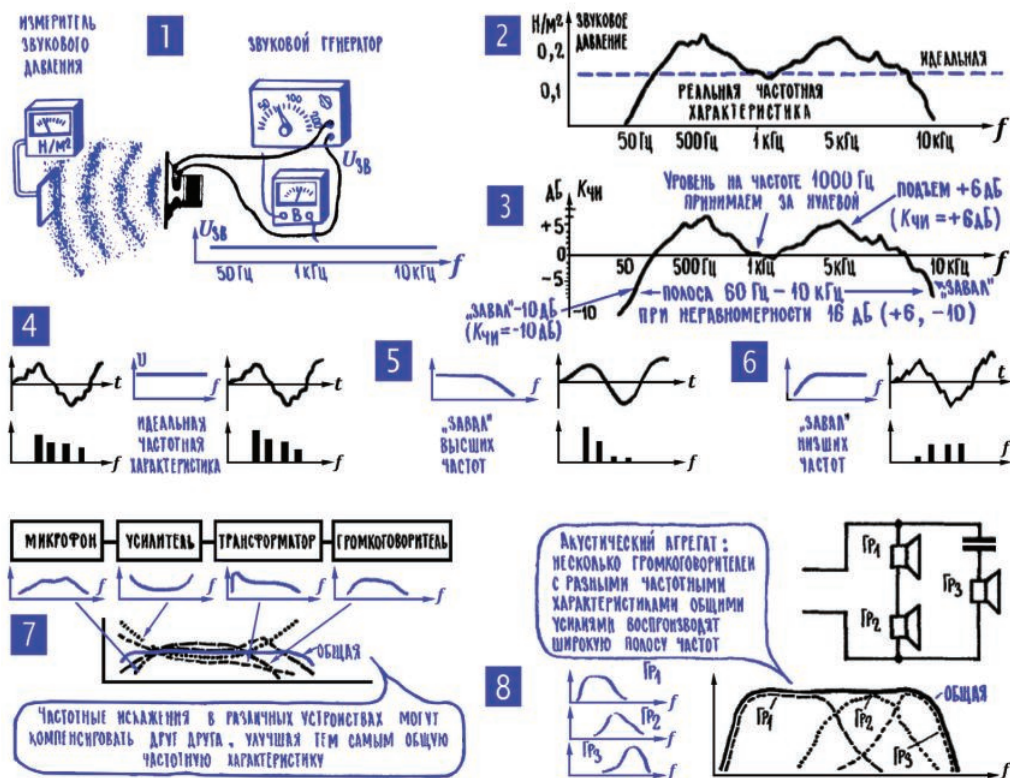
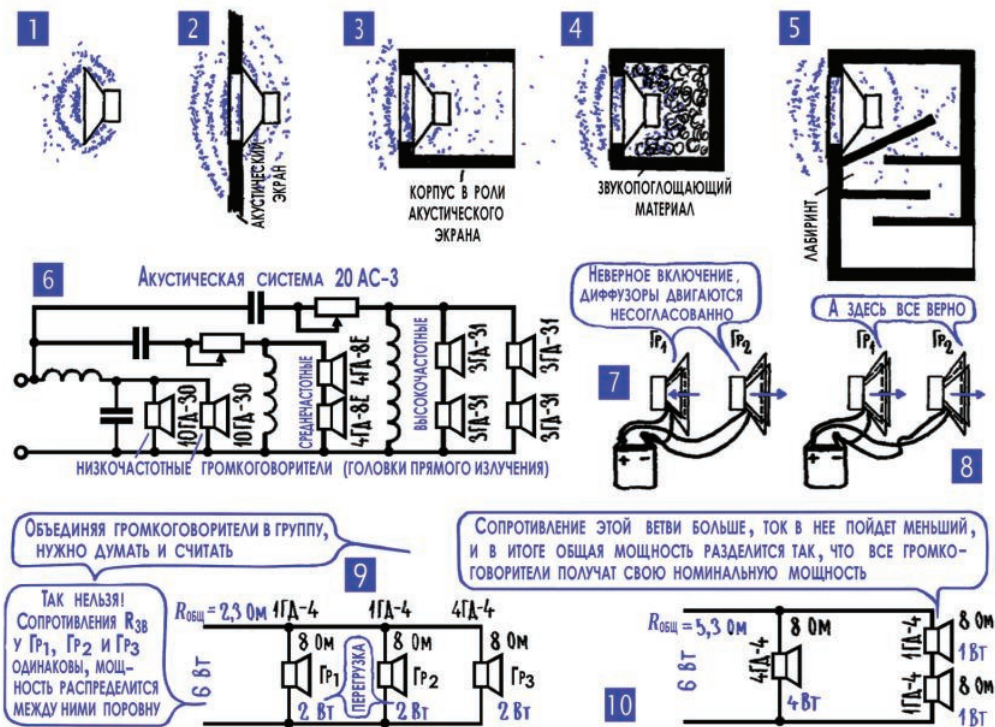

Рис. 8.8. Частотные свойства громкоговорителей (динамиков)
Рис. 8.9. Акустические системы (колонки)
**13. Частотные искажения: в спектре сигнала меняются соотношения между отдельными составляющими.** Другой вид искажений формы сигнала, с которым мы встречаемся в громкоговорителе, а затем еще не раз встретимся в других устройствах, – это частотные искажения. Здесь никакие новые составляющие в спектре не появляются, а меняются соотношения между «старыми» составляющими сигнала (рис. 8.8).
**14. Частотная характеристика громкоговорителя показывает, насколько хорошо он преобразует ток в звук на разных частотах.** С частотными характеристиками мы уже встречались, когда пытались выяснить, как ведут себя те или иные элементы электрической цепи при изменении частоты переменного тока (гл. 6; 18). Для того чтобы получить частотную характеристику громкоговорителя, нужно подвести к нему переменное напряжение, менять частоту этого напряжения (поддерживая все время одинаковой его амплитуду, число вольт) и одновременно измерять звуковое давление (рис. 8.8; 1). Желаемая частотная характеристика громкоговорителя – прямая линия, она говорит о том, что громкоговоритель будет одинаково хорошо преобразовывать ток в звук на всех частотах. Пусть даже не на всех. На всех, пожалуй, и не нужно, идеальным вполне можно было бы назвать громкоговоритель, если бы его частотная характеристика была прямой в диапазоне примерно от 20 Гц до 20 кГц, то есть в том диапазоне, в котором слышит человеческое ухо.
Частотные характеристики громкоговорителя с большим диффузором имеют понижение, или, как принято говорить, завал, в области высших частот – за счет большой инерции большому диффузору, захватывающему большие объемы воздуха, с увеличением частоты все труднее следовать за изменениями тока. Но зато громкоговорители с большим диаметром диффузора хорошо воспроизводят низшие звуковые частоты, и их так и называют – низкочастотными. А маленькие диффузоры, наоборот, легко двигаются на высших частотах, но плохо излучают на низших, за что их и называют высокочастотными. Есть громкоговорители универсальные, они удовлетворительно воспроизводят и весьма высокие частоты, и довольно низкие. Однако же если хотят воспроизвести очень широкую полосу звуковых частот, то создают акустические агрегаты, куда входят и низкочастотные громкоговорители, и высокочастотные (рис. 8.8; 8).
то характеристику эту изображают иначе. Звуковое давление на некоторой частоте, обычно на частоте 1000 Гц, принимают за единицу и на частотной характеристике показывают лишь изменения силы звука (звукового давления) по отношению к этой средней величине. Возле вертикальной оси ставят букву  $K$  или  $K_{\text{чи}}$ , обозначая таким образом коэффициент частотных искажений – он показывает, на сколько децибел (во сколько раз) звуковое давление на данной частоте больше (положительный  $K_{\text{чи}}$ ) или меньше (отрицательный  $K_{\text{чи}}$ ), чем на средней частоте 1000 Гц (рис. 8.8; 3). У идеального громкоговорителя звуковое давление на всех частотах одинаково, а значит,  $K_{\text{чи}}$  всегда равен нулю, частотных искажений нет.
**15. Акустический экран препятствует завалу низших звуковых частот.** Когда диффузор движется вперед, он создает перед собой область сжатия, а позади – область разрежения. Во время обратного движения диффузора область сжатия появляется с тыльной стороны громкоговорителя, а впереди него – область разрежения. Иными словами, громкоговоритель одновременно излучает две звуковые волны (рис. 8.9; 1), причем сдвинутые по фазе на полпериода, на  $180^\circ$ . И если обе эти волны одновременно придут к нашему уху, то мы вообще ничего не услышим – противофазные волны просто скомпенсируют друг друга. В реальном случае полного взаимного «пожирания» звуковых волн не происходит (хотя бы потому, что диффузор вперед излучает эффективнее, чем назад), но ослабить друг друга они могут весьма заметно. Причем главным образом в области низших частот. Дело в том, что звуковая волна, которую создает тыльная, задняя поверхность диффузора, приходит к слушателю путем несколько более длинным, чем основная волна, и появляется некоторый дополнительный сдвиг фаз между этими звуковыми волнами. На высших звуковых частотах, которым соответствуют более короткие волны, даже небольшой разницы в путях от диффузора до уха достаточно, чтобы в прошлом противофазные волны пришли к станции своего назначения – к уху – в полном согласии, в фазе. А вот на самых низших частотах и даже на средних частотах дополнительный сдвиг фаз получается небольшим, и звук заметно ослабляется. Способ борьбы с этой довольно-таки серьезной неприятностью напрашивается сам собой: нужно просто удлинить путь, по которому «задняя» звуковая волна идет к уху. Иногда это делают с помощью акустического экрана (рис. 8.9; 2) – достаточно толстой (10–20 мм) доски из фанеры, дерева или древесно-стружечной плиты.
Деревянный или пластиковый корпус – это не просто декоративная деталь, он сильно влияет на качество звучания, причем сразу несколькими «рычагами». Во-первых, он выполняет роль акустического экрана (рис. 8.9; 3). Во-вторых, корпусу передаются колебания диффузора, и он сам превращается в излучатель звука. Излучатель довольно большой, а значит, увеличивающий звуковую мощность, особенно в самой трудной области – на низших звуковых частотах. Вот почему, конструируя корпуса для акустических агрегатов, думают не только о красоте форм или о внешней отделке. Главное внимание обращается на то, как использовать корпус для улучшения качества звучания, в частности для выравнивания частотной характеристики. Есть несколько приемов формирования необходимых акустических характеристик корпуса. Один из них – размещение громкоговорителей не только на передней стенке, но и на боковых. Это улучшает диаграмму направленности акустического агрегата, он более равномерно излучает звук во всех направлениях, создает ощущение объ-
Для подъема частотной характеристики в области низших частот в корпусе делают специально рассчитанные акустические лабиринты и фазоинверторы (рис. 8.9; 5) – устройства, которые определенным образом поворачивают фазу звуковой волны, создают условия для складывания, суммирования звуков, излучаемых разными участками акустического агрегата. На рис. 8.9; 6, 10 приведены типичные схемы акустических систем. Такие агрегаты, или, как их чаще называют, звуковые колонки, рассчитаны на разные типы громкоговорителей, на разную подводимую мощность. В зависимости от способов соединения громкоговорителей может быть различным и их общее сопротивление (рис. 8.9; 9, 10). Кстати, соединяя громкоговорители в группы, нужно их фазировать – то есть сделать так, чтобы все диффузоры одновременно двигались в одну и ту же сторону. Фазировку проще всего осуществить с помощью гальванического элемента, наблюдая, куда смещается диффузор при подаче тока (рис. 8.8; 7, 8).
Мощности, указанные на рис. 8.8; 9, 10, дают нам повод (таких поводов, правда, и раньше было довольно много) задуматься над проблемой, которая неизбежно ведет к следующей главе. Для создания достаточно громкого звука нужен электрический сигнал мощностью в несколько ватт, а то и в несколько десятков ватт. Даже в карманном приемнике, от которого особой громкости никто не требует, и то нужен электрический сигнал мощностью в десятые доли ватта.